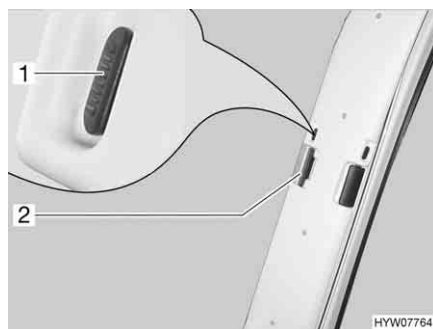
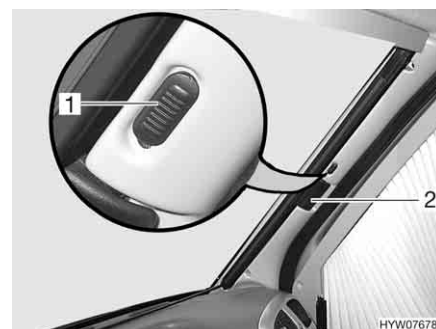

Fig. 27 Tendina oscurante pieghevole per il parabrezza
Fig. 28 Tendine oscuranti pieghevoli per il parabrezza (alternativa)
- Tirare verso l'esterno le due metà della tendina oscurante pieghevole del parabrezza per la maniglia (Fig. 27,2 e Fig. 28,2) fino all'arresto.
- Spingere il bottone di bloccaggio (Fig. 27,1 e Fig. 28,1) in basso.